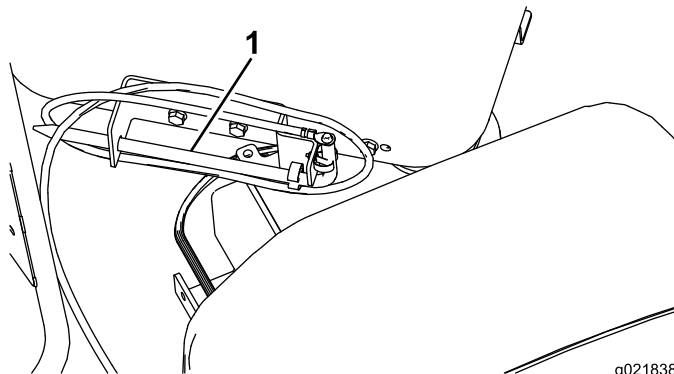

Figura 31
8. Guarde la pica de tierra en el soporte de la plataforma del operador, según se muestra en Figura 31.